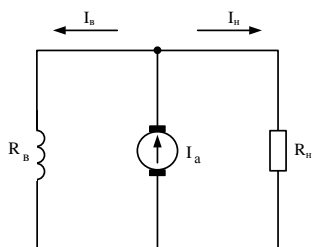

Рис. 1.
2. Генератор постоянного тока с параллельным возбуждением (рис.1.) работает на нагрузку, сопротивление которой $R_n = 5$ Ом, сопротивление обмотки якоря $R_a = 0,2$ Ом, сопротивление обмотки возбуждения $R_B = 230$ Ом, напряжение на зажимах генератора $U = 230$ В.